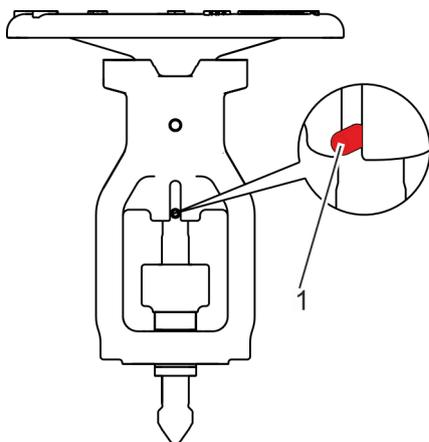

Abb. 25: Bügelaufsatz abnehmen
14. ➤ Verdrehsicherung (Abb. 25/1) mit Ausschlagwerkzeug aus der Spindel heraustreiben.